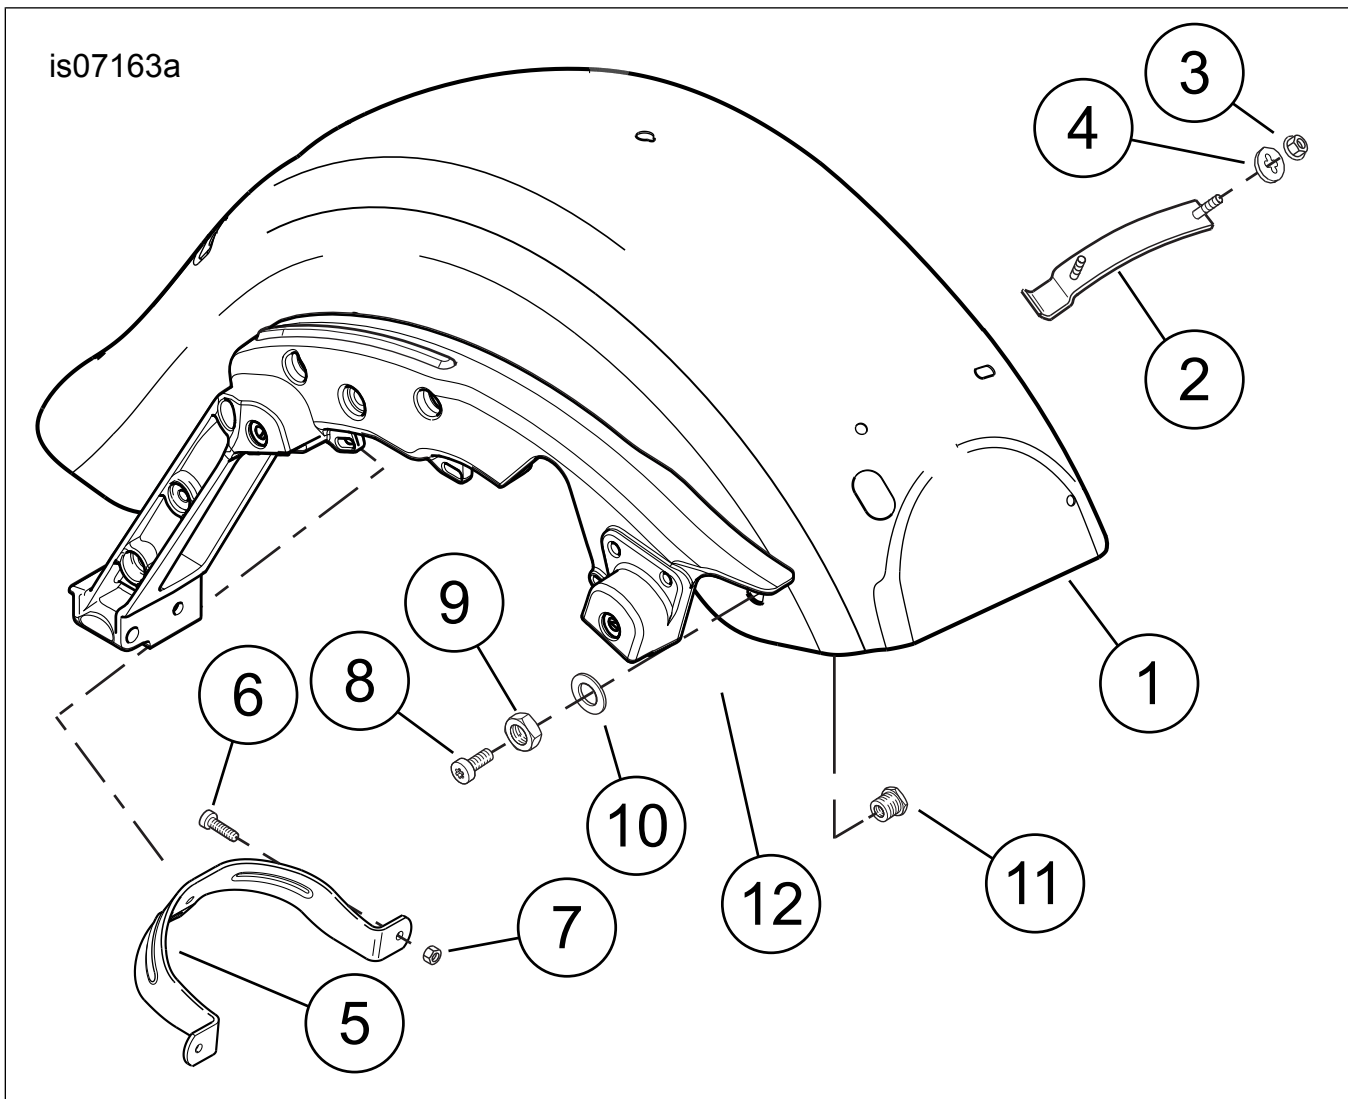

Figura 3. Schema elettrico, cablaggio dell'impianto audio 69200321
3. Se attualmente c'è un cablaggio collegato al connettore femmina a sei vie del cablaggio di interconnessione del veicolo [6B] e la presa a 35 vie [28A] sulla parte posteriore della radio, scollegare e rimuovere il cablaggio dal veicolo. Vedere Figura 3 e Tabella 1 Tabella 1, elemento 1. Collegare il connettore maschio nero a sei vie del cablaggio dell'impianto audio [6A] (indicato con "CONNECTOR 6" [connettore 6]) del **nuovo** cablaggio dell'impianto audio al connettore femmina del cablaggio di interconnessione del veicolo [6B].
- 10,2 cm (4 in) di lunghezza, con indicazione "AMP (149)", con connettore femmina Molex a 16 vie [149B] (elemento 8) per l'amplificatore anteriore.
4. Vedere Figura 3 e Tabella 1 Tabella 1. Collegare il connettore a due vie [35FB] (2) all'altoparlante della carenatura sinistra. Collegare il connettore a due vie [35TB] (4) al tweeter sinistro.
5. Collegare il connettore femmina Molex a 16 vie [149B] (8) all'amplificatore anteriore.